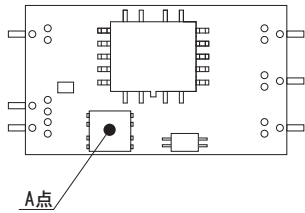

図8.15 強制通風時の温度測定箇所
(3) 強制通風 (1m/s) 時の温度測定箇所
①SU10
■強制通風時は、図8.15のA点の温度が105°C以下となるように通風して、ご使用ください。